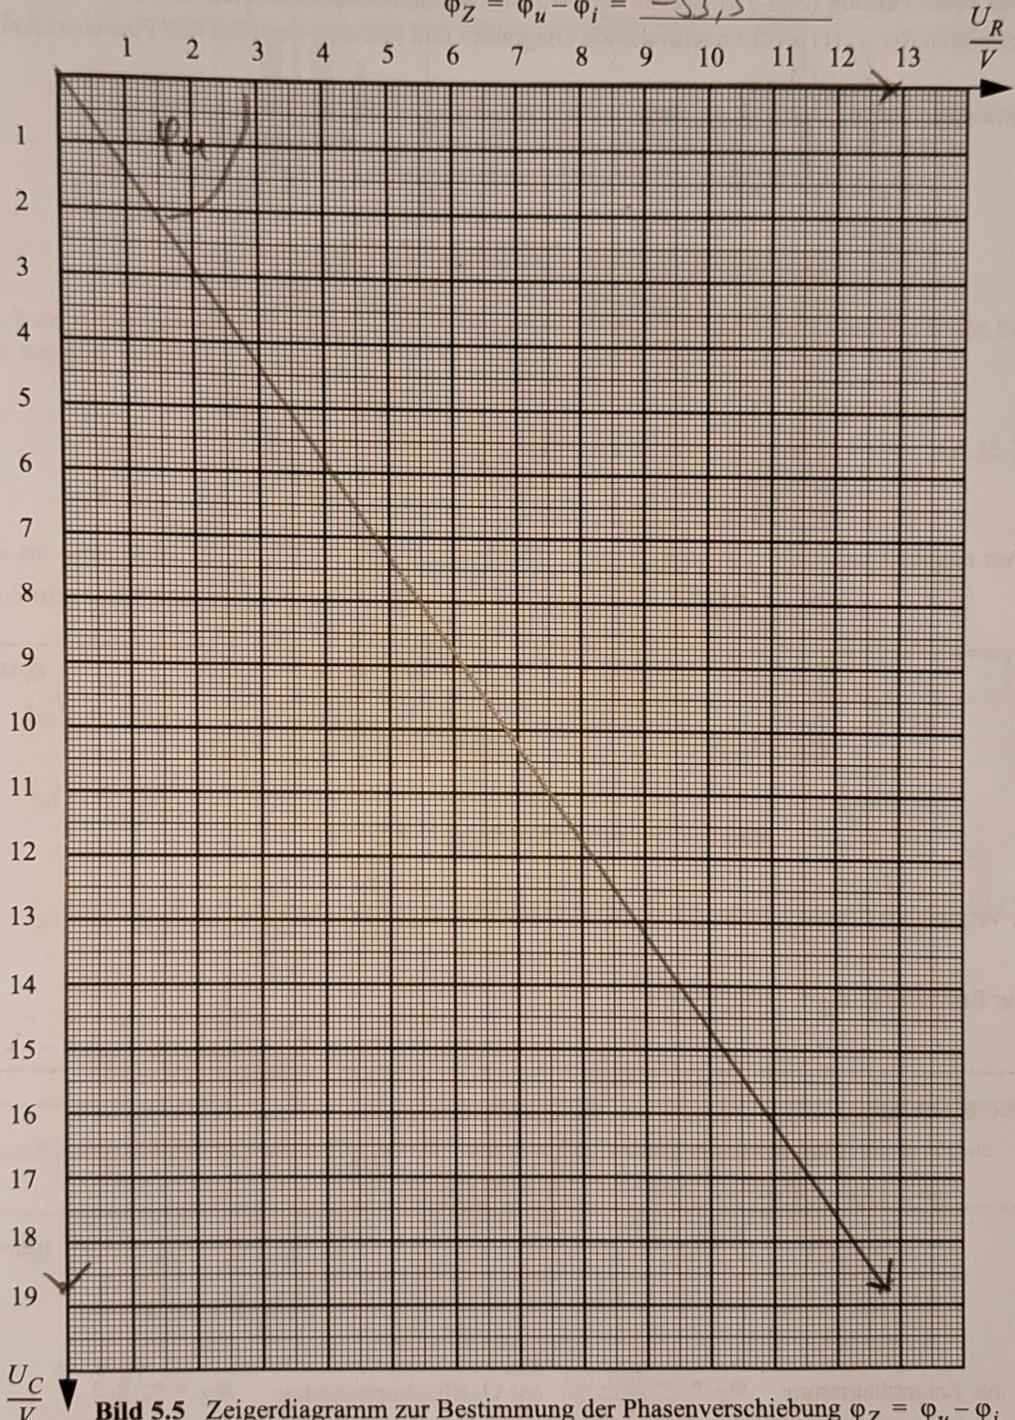

Bild 5.5 Zeigerdiagramm zur Bestimmung der Phasenverschiebung $\varphi_Z = \varphi_u - \varphi_i$
1. Bestimmen Sie die Phasenverschiebung $\varphi_Z = \varphi_u - \varphi_i$ aus dem Zeigerdiagramm (Bild 5.5) der gemessenen Spannungen U_R , U_C , und U . Überlegen Sie sich dazu, welche der drei Spannungen dieselbe Phasenlage wie der Strom I hat.